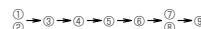

Fig. 4-1
- Innan du påbörjar arbetet ska du se till att ta av kompressorns TOPPKAPA och FRONTKAPA samt avlägsna kompressorns fasta komponenter. (Fig. 4-1)